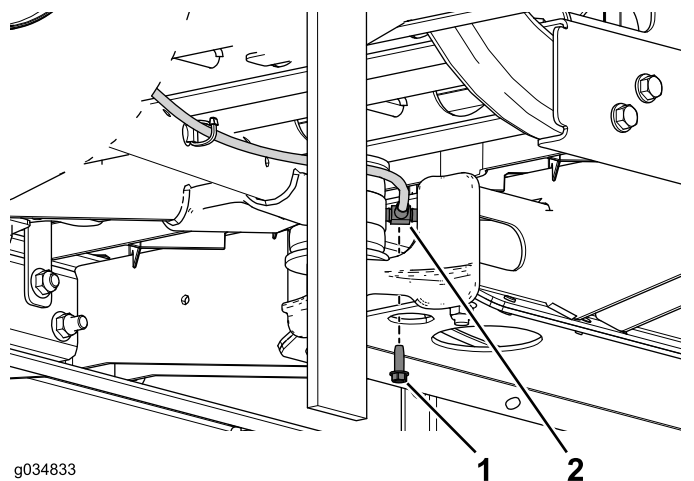

Figure 18
- Retirez la vis autotaraudeuse qui fixe le raccord en T de la conduite de frein au profilé central (Figure 18).